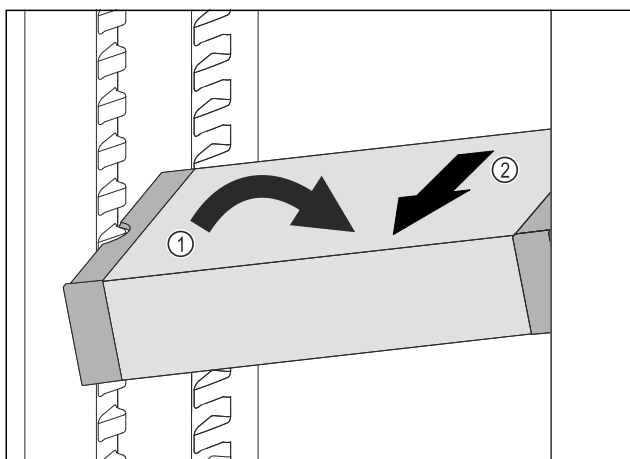

Fig. 90
- ▶ VarioSafe ustawić w chłodziarce pod skosem. Fig. 90 (1)
- ▶ VarioSafe wyjąć do przodu. Fig. 90 (2)